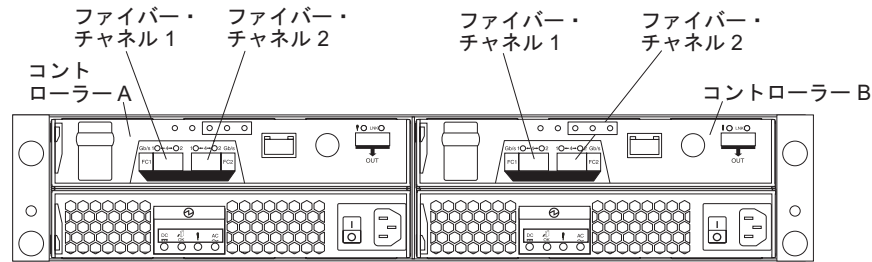

図 40. DS3400 の RAID コントローラー上のホスト・コネクタの位置
2. ファイバー・チャンネル・ケーブルを DS3400 RAID コントローラー・ホスト・ポート内の SFP モジュールに接続し、さらにファイバー・チャンネル・スイッチ内の SFP モジュールまたはホスト・バス・アダプター上の光インターフェース・コネクタのいずれかに接続します。図 40 は、ホスト・システムのケーブルが接続する DS3400 ストレージ・サブシステム・ポートの RAID コントローラー上の位置を示しています。